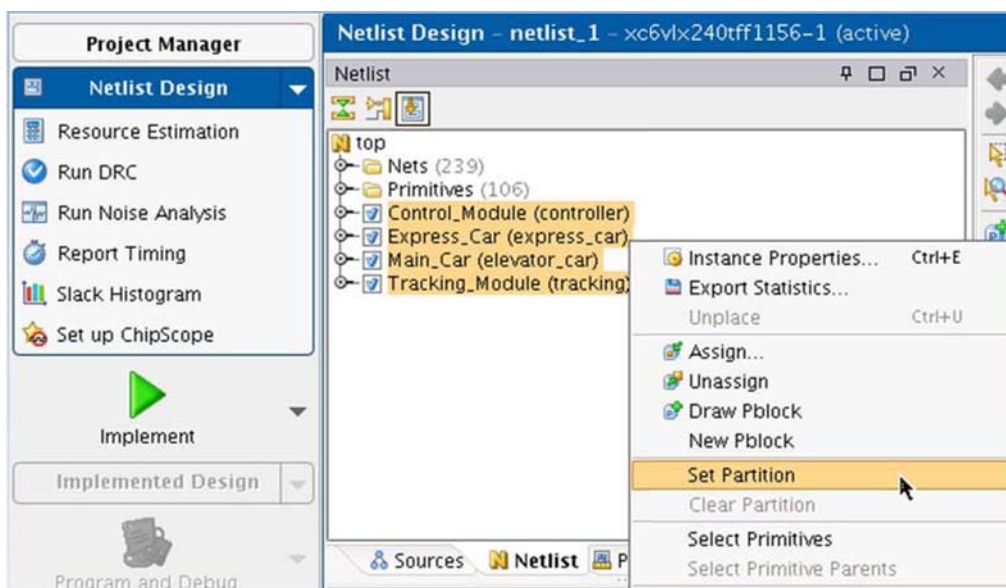

図 8 : PlanAhead でのパーティション設定
3. パーティションを設定するモジュール インスタンスを選択して右クリックし、[Set Partition] をクリックします (図 8)。